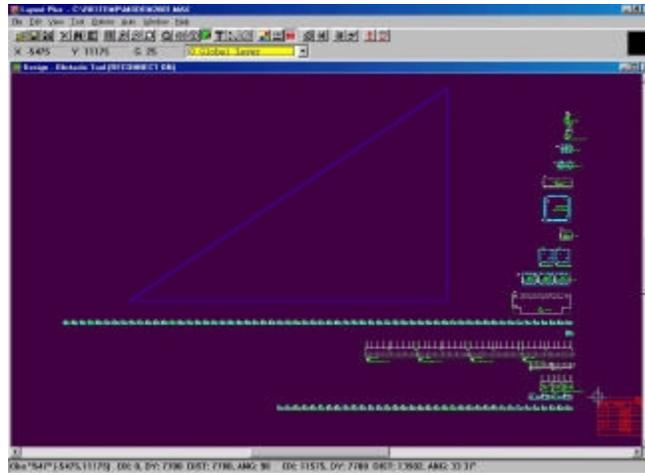

Figura 4.20 Creación de la Tabla
- 3 Dé clic con el botón derecho sobre el área de trabajo y seleccione *new*. Dibuje el contorno de la tabla (ver figura 4.20)